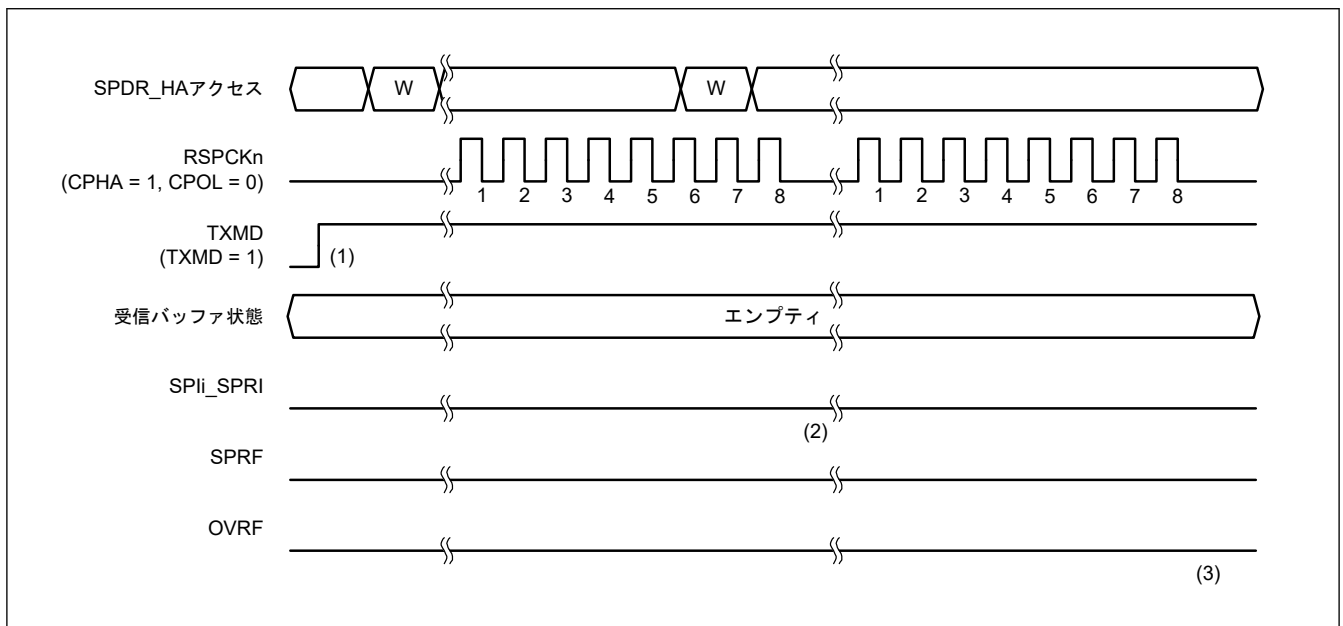

図 28.25 SPCR.TXMD = 1 の場合の動作例
図 28.25 は、通信動作モード選択ビット (SPCR.TXMD) が 1 に設定されている場合の動作例を示します。この例では、SPCMD0.CPHA ビットが 1、SPCMD0.CPOL ビットが 0 の設定で、SPI が 8 ビットのシリアル転送を実行しています。RSPCKn 波形の下に記載した数字は RSPCK サイクル数 (= 転送ビット数) を示しています。
以下に、図 28.25 の (1)~(3) に示したタイミングでのフラグの動作内容を説明します。